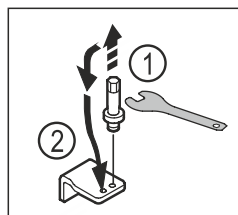

Fig. 22
- Отвийте болта на долната лагерна стойка с външен шесткантов ключ SW5. Fig. 22 (1)
- ▶ Поставете болта от другата страна. Fig. 22 (2)